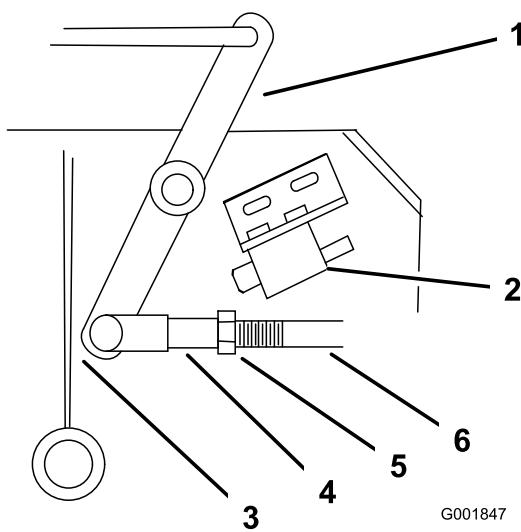

Figure 56
4. Ajustez la longueur de la timonerie de sorte que l'extrémité la plus basse du levier coudé passe juste le renfort de support de l'essieu (Figure 56).
9. Desserrez l'écrou contre la chape (Figure 56).